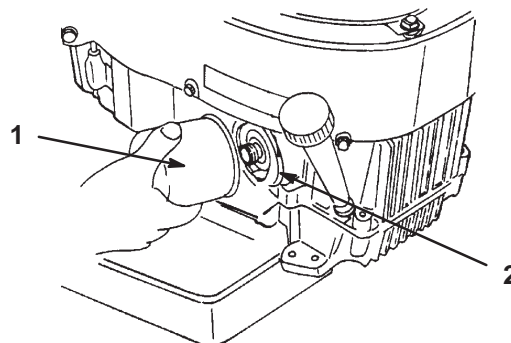

Figure 36
2. Déposez le filtre usagé (Fig. 36).
3. Appliquez une fine couche d'huile neuve sur le joint en caoutchouc du filtre de rechange (Fig. 36).
4. Posez le filtre à huile de rechange sur l'adaptateur. Tournez le filtre dans le sens horaire jusqu'à ce que le joint rejoigne l'adaptateur, puis donnez 3/4 de tour supplémentaire (Fig. 36).